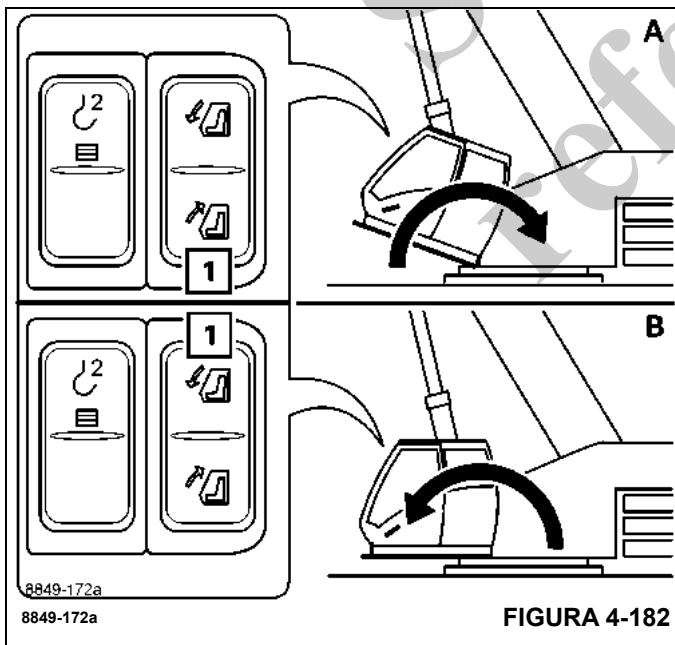

FIGURA 4-182
#### (A) – Elevación de la cabina (Vea la Figura 4-182)
- Presione el botón (1) hacia abajo.
#### (B) – Descenso de la cabina (Vea la Figura 4-182)
- Presione el botón (1) hacia arriba.